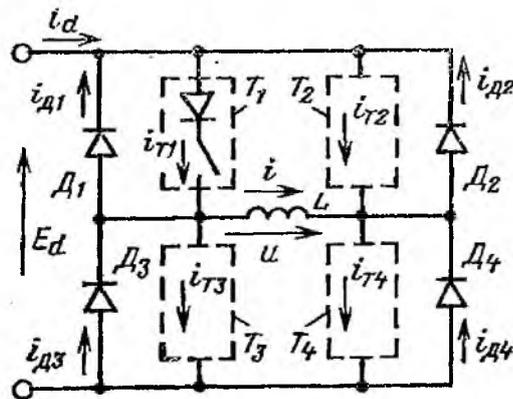

Рис. 8. Схема идеального однофазного мостового инвертора
12. В схеме идеального однофазного инвертора (рис. 8) тиристоры заменены соединенными последовательно диодами и ключами. Это позволяет не рассматривать коммутационные емкость  $C_K$  и индуктивность  $L_K$ . Нагрузкой инвертора является реактор с индуктивностью  $L$ . Построить кривые токов  $i_d, i, i_{D1}, i_{D2}, i_{D3}, i_{D4}, i_{T1}, i_{T2}, i_{T3}, i_{T4}$  и напряжения  $u$  и вычислить среднее значение тока тиристора  $I_{T,ср}$  и среднее значение тока диода  $I_{д,ср}$ , если  $E_d = 10$  В,  $L = 1$  мГн,  $f = 100$  Гц.
Рис 25. Диаграмма характерных величин в схеме на рис. 8